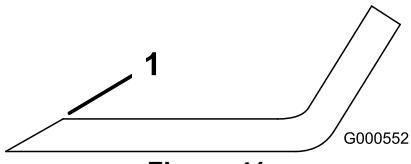
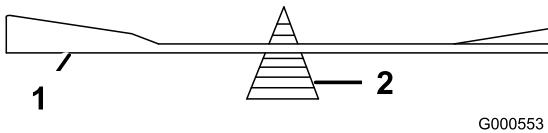

Figura 41
Figura 42
1. Affilate i taglienti da entrambe le estremità della lama con una lima (Figura 41). Rispettate l'angolazione originale. La lama conserva il proprio equilibrio soltanto se viene rimossa una quantità uguale di materiale da entrambi i taglienti.
2. Controllate l'equilibrio della lama posizionandola su un bilanciatore (Figura 42). Se la lama rimane in posizione orizzontale, è bilanciata e può essere utilizzata. Se la lama non è bilanciata, limitate del metallo soltanto dalla costa (Figura 41). Ripetete la procedura finché la lama non è perfettamente bilanciata.